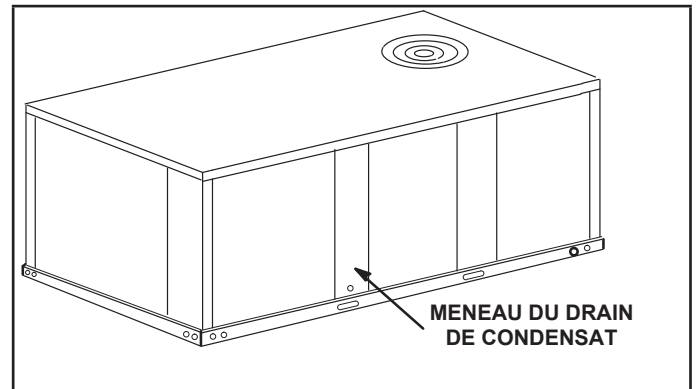

FIGURE 9
- 1 - Retirez le meneau d'évacuation du condensat. Reportez-vous à la FIGURE 9. Retirez les deux panneaux de chaque côté du meneau.
- 1 - Retirez le meneau de drainage du condensat. Reportez-vous à la FIGURE 9.